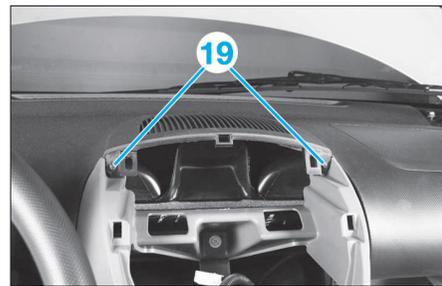

FIG. 52
• Déposer les vis de fixation (19) (Fig.52).